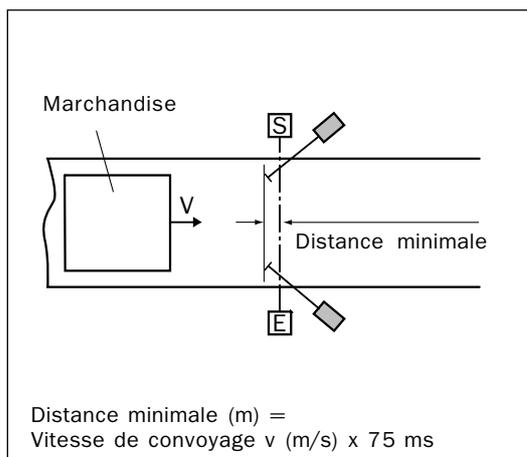

Fig. 11. La position de détection des capteurs d'inhibition doit être à une distance minimale de la barrière de sécurité
- Le temps de réponse interne des capteurs n'étant pas nul, les événements ne doivent pas se succéder trop rapidement ni être trop fugitifs pour être reconnus par les barrières de sécurité. Il faut donc respecter une distance minimale (Fig. 11).